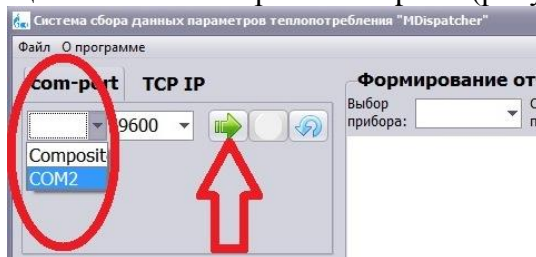

Рисунок 1.
5.1.3. Во вкладке «com-port» в выпадающем меню выберите соответствующий com-port и откройте его с помощью кнопки «Открыть com-port» (рисунок 1).